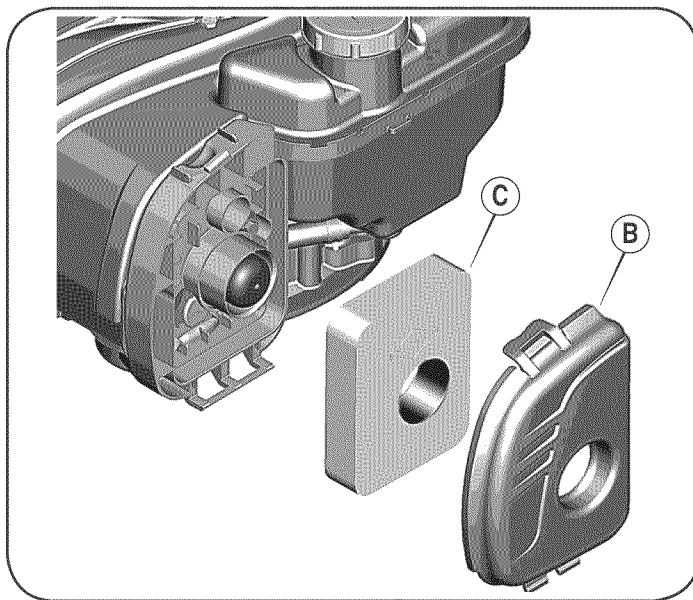

Figura 13
1. Abra la tapa (B) y quite el elemento de espuma (C). Vea la Figura 13.